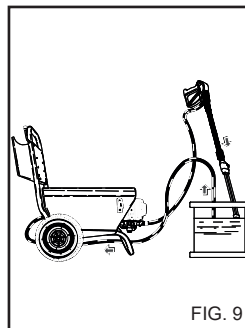

FIG. 9
- 1) Nach einem Waschvorgang mit Reinigungsmittel den Absaugzyklus nachspülen; das Absaugrohr (Fig.9) in einen Kanister mit sauberem Wasser stecken und die Pumpe bei völlig geöffnetem Dosierungshahn und bei Lanze in Reinigungsmittel-Abgabeposition eine Minute lang laufen lassen.
4) Nach einem Waschvorgang mit Reinigungsmittel den Absaugzyklus nachspülen; das Absaugrohr (Fig.9) in einen Kanister mit sauberem Wasser stecken und die Pumpe bei völlig geöffnetem Dosierungshahn und bei Lanze in Reinigungsmittel-Abgabeposition eine Minute lang laufen lassen.